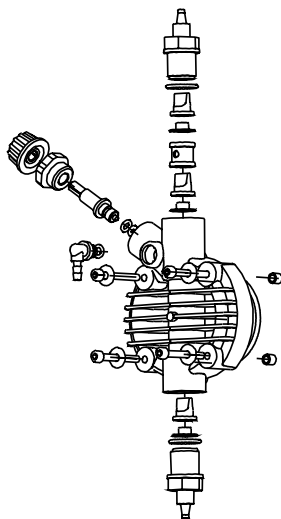

Fig. 12
3. Eliminare dal corpo pompa tutto il liquido presente, smontando e rimontando il corpo pompa utilizzando le quattro viti di fissaggio (Fig. 12).
2. Controllare almeno ogni 6 mesi il funzionamento della pompa, la tenuta delle viti e delle guarnizioni, per liquidi particolarmente aggressivi effettuare controlli anche più frequenti, controllare in particolare la concentrazione dell'additivo nell'impianto; una riduzione di tale concentrazione potrebbe essere determinata dalla usura delle valvole (che in tal caso vanno sostituite facendo attenzione nel rimontarle come in Fig. 12) o dall'intasamento del filtro che va pulito come al successivo punto 3.
Per effettuare questa operazione, se l'apparecchiatura non è fissata all'impianto si può farla pulsare per pochi secondi (15-30) tenendola capovolta e senza tubetti collegati ai raccordi, se ciò è impossibile smontare e rimontare il corpo pompa (Fig. 12), utilizzando le quattro viti di fissaggio.